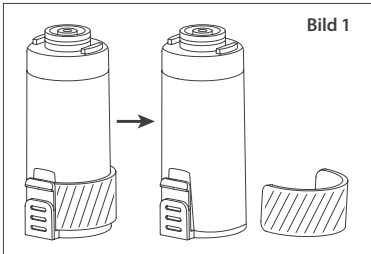
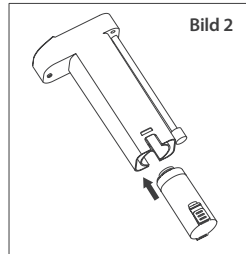

Bild 1
Bild 2
- Wyjmij opakowanie filtra i karton (Rysunek 1), dopasuj klamry filtra do wycięć zespołu pompowania wody i włóż nowy filtr (Rysunek 2). Po zainstalowaniu nowego filtra na miejscu, jego dolna część jest wyrównana z dolną częścią zespołu pompowania wody, może być słyszalny lekki dźwięk mechaniczny.
- Ta bort filterpaketet och kartongen (Bild 1), räkta in filtrets spännen mot vattenpumpenhetens skåror och sätt i ett nytt filter (Bild 2). När det nya filtret har installerats på plats är filtrets botten i linje med vattenpumpenhetens, och det kan finnas ett litet mekaniskt ljud.